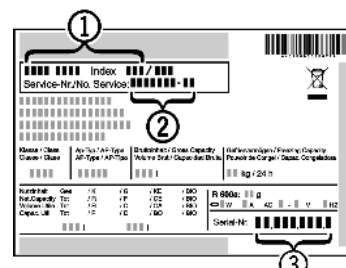

Fig. 10
- ▶ Odczytać z tabliczki znamionowej oznaczenie urządzenia *Fig. 10 (1)*, nr serwisowy *Fig. 10 (2)* oraz numer seryjny *Fig. 10 (3)*. Tabliczka znamionowa znajduje się po lewej stronie wewnątrz urządzenia.
- ▶ Poinformować serwis i podać opis zakłócenia, oznaczenie urządzenia *Fig. 10 (1)*, nr serwisowy *Fig. 10 (2)* oraz numer seryjny *Fig. 10 (3)*.